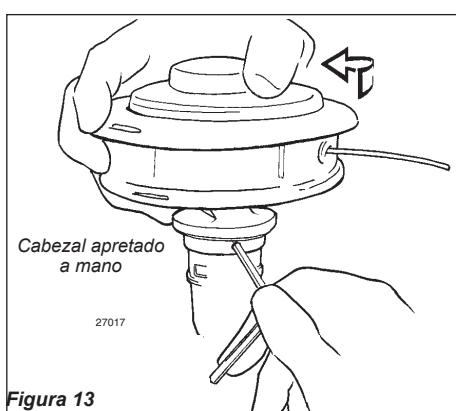

Figura 13
6. Enrosque el cabezal de corte sobre el eje de salida, girando en dirección contraria a las agujas del reloj. Usando presión manual solamente, apriete el cabezal de recorte firmemente en el eje de salida. Consulte Figura 13.